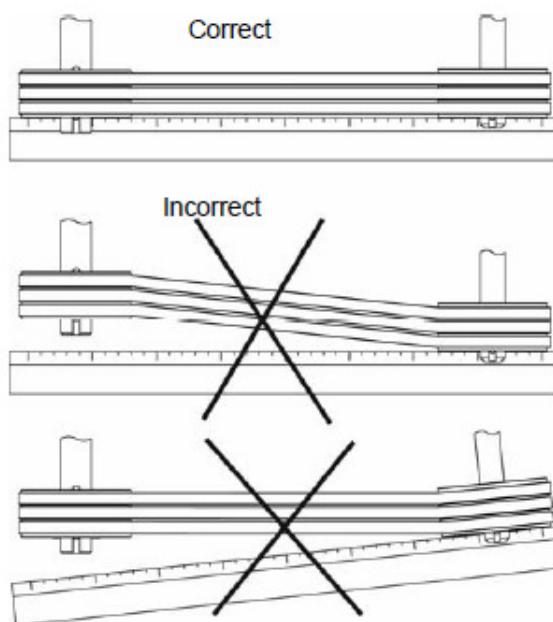

Рис.27. Установка шкивов
2. Измерить силу Р, необходимую, чтобы прогнуть ремень на S=16 мм на каждый погонный метр расстояния между осями, приблизительно посередине расстояния между осями (рис.27).
При замене ремней, следует ослабить натяжной болт плиты двигателя (рис. 27) до такой степени, чтобы ремни можно было снять и заложить на шкивы вручную, без усилий. Ни в коем случае нельзя натягивать ремни с усилием при помощи отвертки или какого-либо другого предмета.
5. правильно установить ременные шкивы (рис. 27)